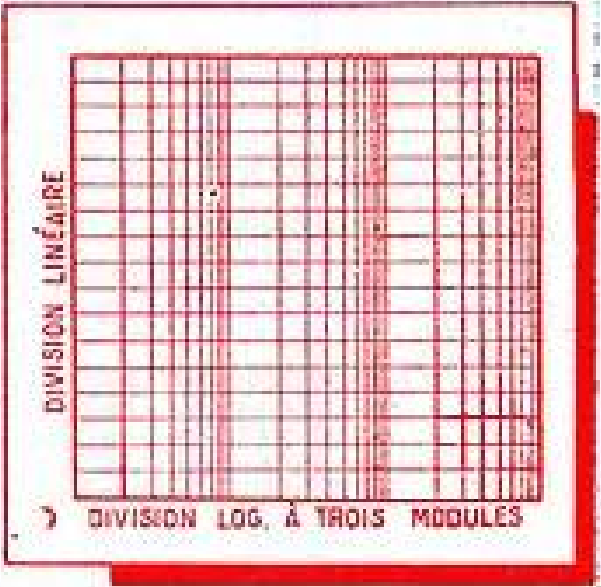

Fig. 10. — Exemple de papier logarithmique.
4. — Se procurer du papier quadrillé à échelle horizontale logarithmique, dit à trois (ou quatre) modules, et à échelle verticale linéaire (en vente chez tous les papetiers spécialisés dans les fournitures pour dessinateurs) et graduer l'échelle horizontale de 50 à 10.000 périodes et l'échelle verticale de 0 à 1 (fig. 10).